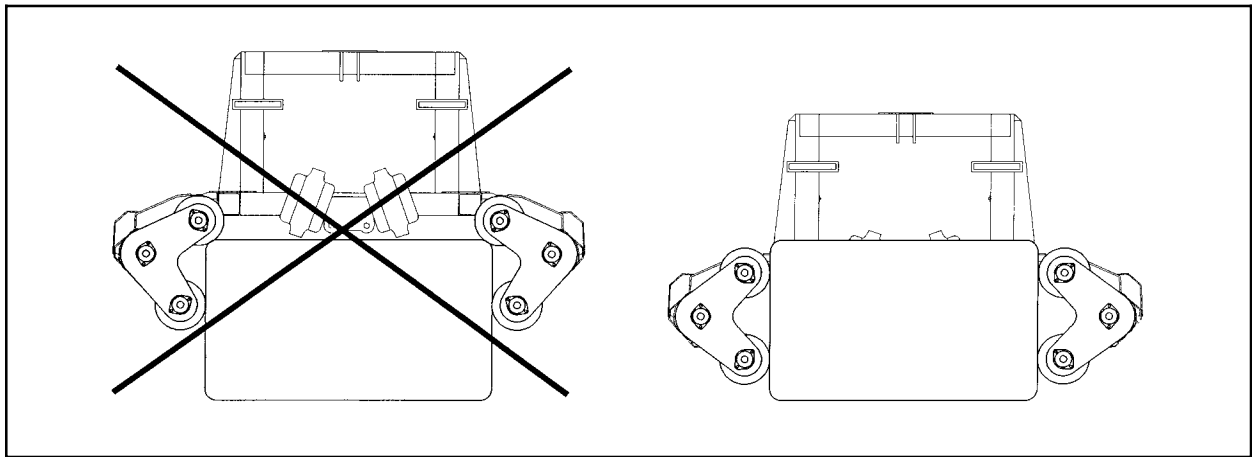

Bild 10-1
- a) Beim Laden von kleinen viereckigen Ballen ist zu beachten, daß die Tragwalzen so tief wie möglich abgesenkt werden, damit alle vier Walzen an den Seiten des Ballens greifen. Wenn zwei der Walzen über den Ballen geraten, kann die Maschine ihn nicht aufladen. (Abb. 10-1).